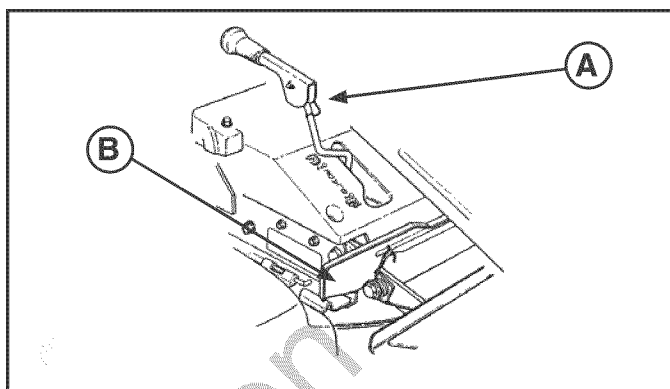

FIGURA 9
- Para enganchar la cuchilla, mueva la palanca de la cuchilla (A, Figura 9) a la posición de ENCENDIDO, luego presione el pedal de la cuchilla (B) para mantener la palanca de la cuchilla en la posición de ENCENDIDO.